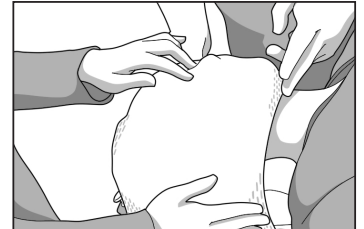

Fig. 4
7. Acabe de moldar a máscara aplicando pressão ligeira do dedo para atingir o contorno desejado da cabeça do paciente, bem como o contorno à volta do arco nasal (fig. 4).